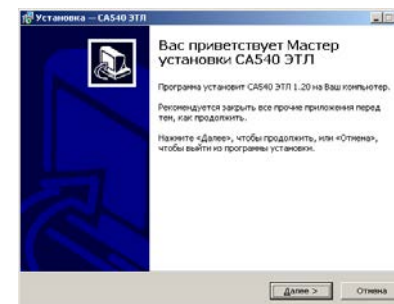

Рисунок 8.1
1) Включить ПК и начать установку программы "CA540 ЭТЛ", для чего из папки "CA540 ЭТЛ", размещенной на инсталляционном диске, входящем в комплект поставки, запустить исполняемый файл setup_CA540_ETL_xxx.exe (xxx – версия программы). На экране появится окно мастера установки CA540 ЭТЛ (рисунок 8.1).